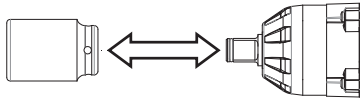

Fig. 3
1. Inserte un enchufe en el yunque. (ver Fig. 3)
Extraiga el enchufe del yunque directamente. (ver Fig. 3)